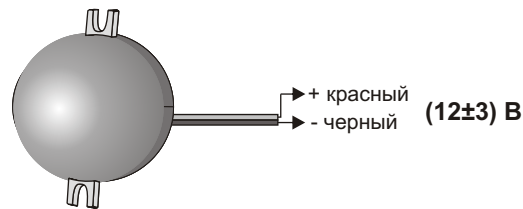

Рис.2 Схема подключения устройства "СБ-1".
5.2. На рис.2 показана схема подключения "СБ-1"